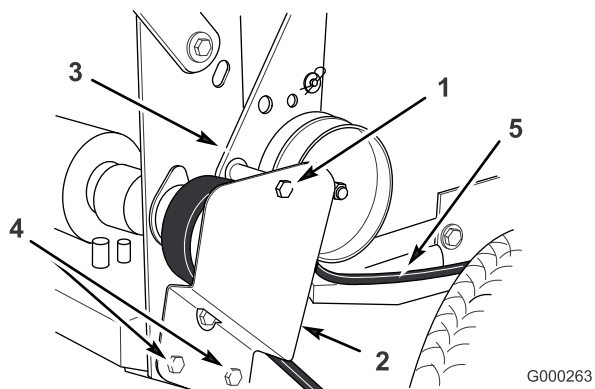

Figura 42
2. Rimuovete il bullone superiore che fissa la staffa di rinvio al relativo perno di supporto sul telaio posteriore (Figura 42).
3. Allentate i 2 viti di fissaggio inferiori di quel tanto sufficiente a permettere alla cinghia di passare tra la puleggia motrice e il perno di supporto della staffa di rinvio (Figura 42).
6. Montate il bullone superiore che fissa la staffa di rinvio al relativo perno di supporto sul telaio posteriore (Figura 42).
7. Serrate i 2 viti di fissaggio inferiori di quel tanto sufficiente a permettere alla cinghia di passare tra la puleggia motrice e il perno di supporto della staffa di rinvio (Figura 42).